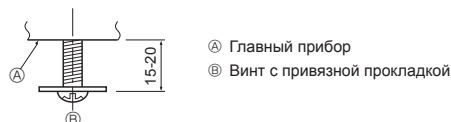
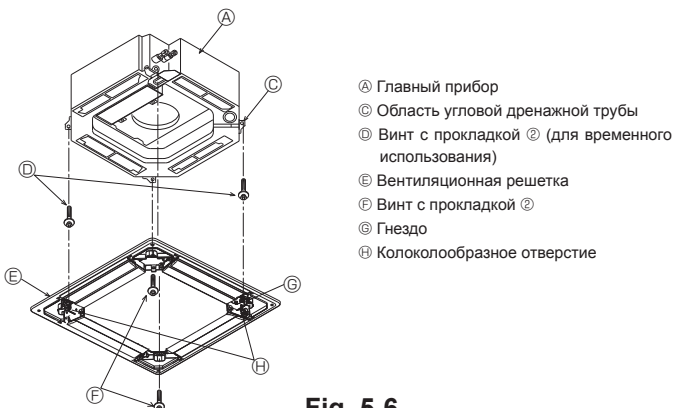
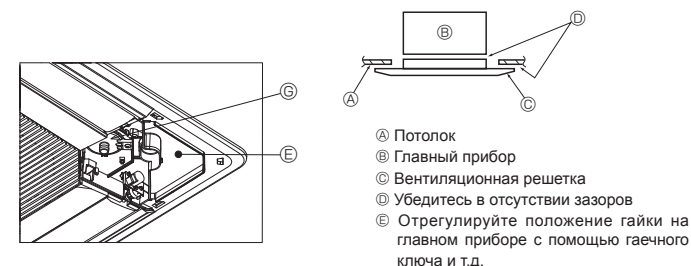

Fig. 5-5
Fig. 5-6
Fig. 5-7
5.4.1. Подготовка (Fig. 5-5)
- Установите 2 входящих в комплект винта с прокладками ② в главный прибор (в области угловой дренажной трубы и в противоположном углу), как показано на диаграмме.
5.4.2. Временная установка вентиляционной решетки (Fig. 5-6)
- Временно закрепите решетку, используя колоколообразные отверстия, для чего установите гнездо ③ решетки в область угловой дренажной трубы главного прибора.
5.4.3. Крепление вентиляционной решетки (Fig. 5-7)